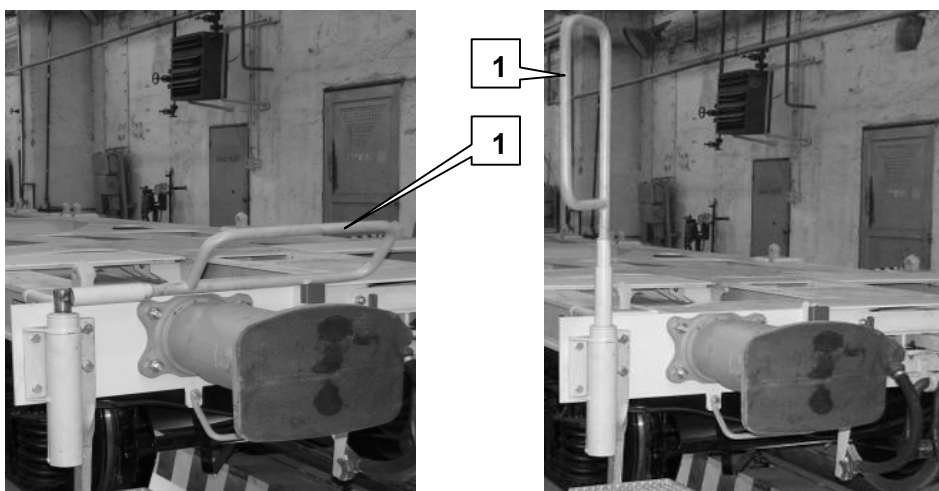

Abb. 4
Vor jedem Beladen oder Entladen ist erforderlich, den klappbaren Griff zuklappen (1) über dem linken Stirntritt (Abb. 4).